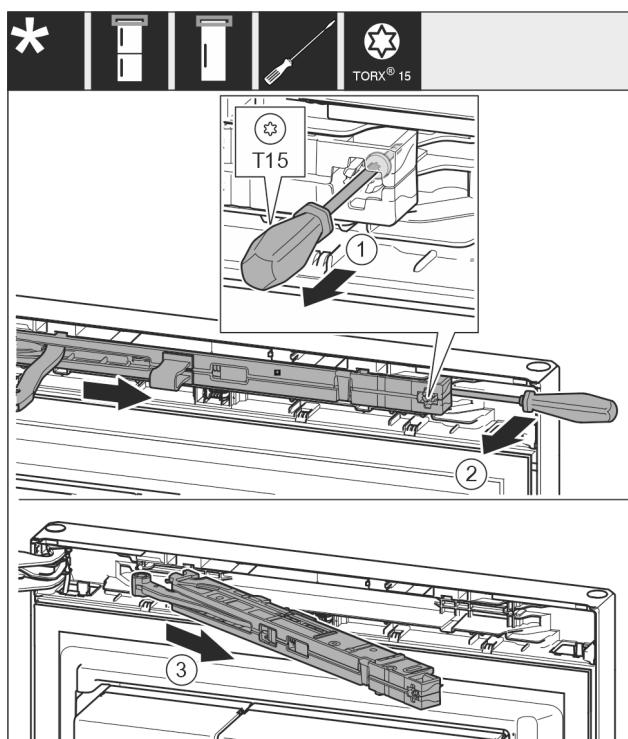

Fig. 11
- Отвийте винта Fig. 11 (1) на блока на затварящия демпфер с отвертка 14 mm.
- Повдигнете блока на затварящия демпфер Fig. 11 (2) от страната на ръкохватката с отвертка напред.
- Издърпайте блока на затварящия демпфер Fig. 11 (3).